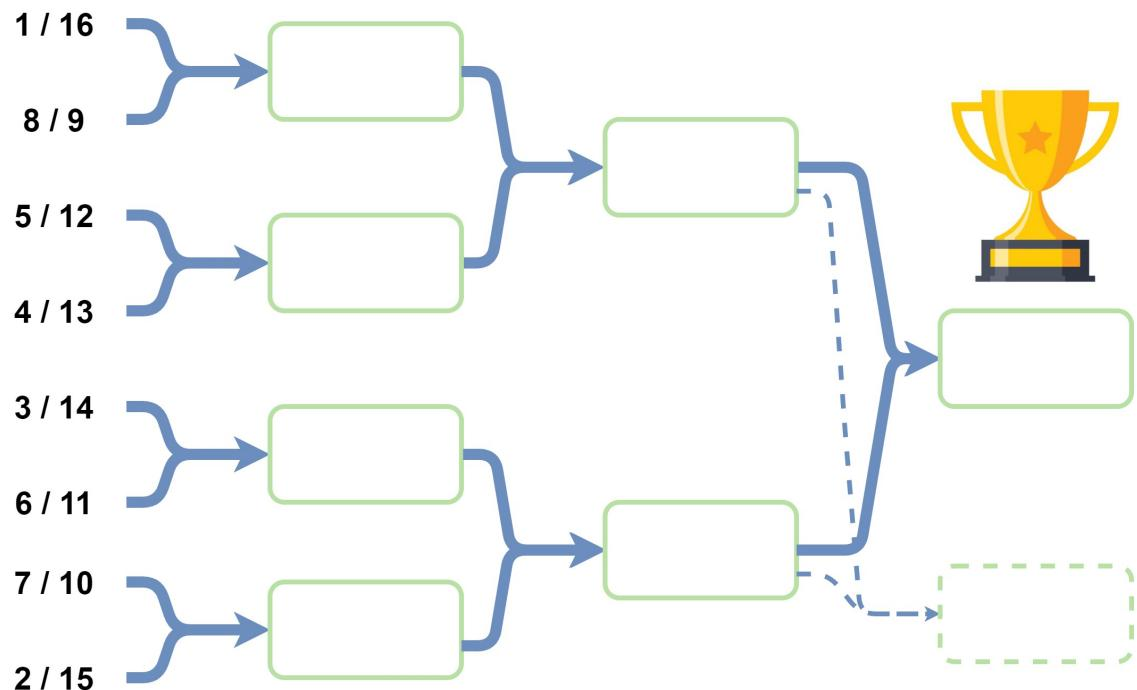

FIGURE 11 : Tableau des phases finales
Chaque équipe vainqueure de son match de barrage sera intégrée au tableau principal de la phase finale de la rencontre (B). À l'issue de la phase de barrage, l'arbre de la phase finale de la rencontre (B) présenté Figure 11 pourra être revu afin de représenter plus fidèlement le niveau de chaque équipe.